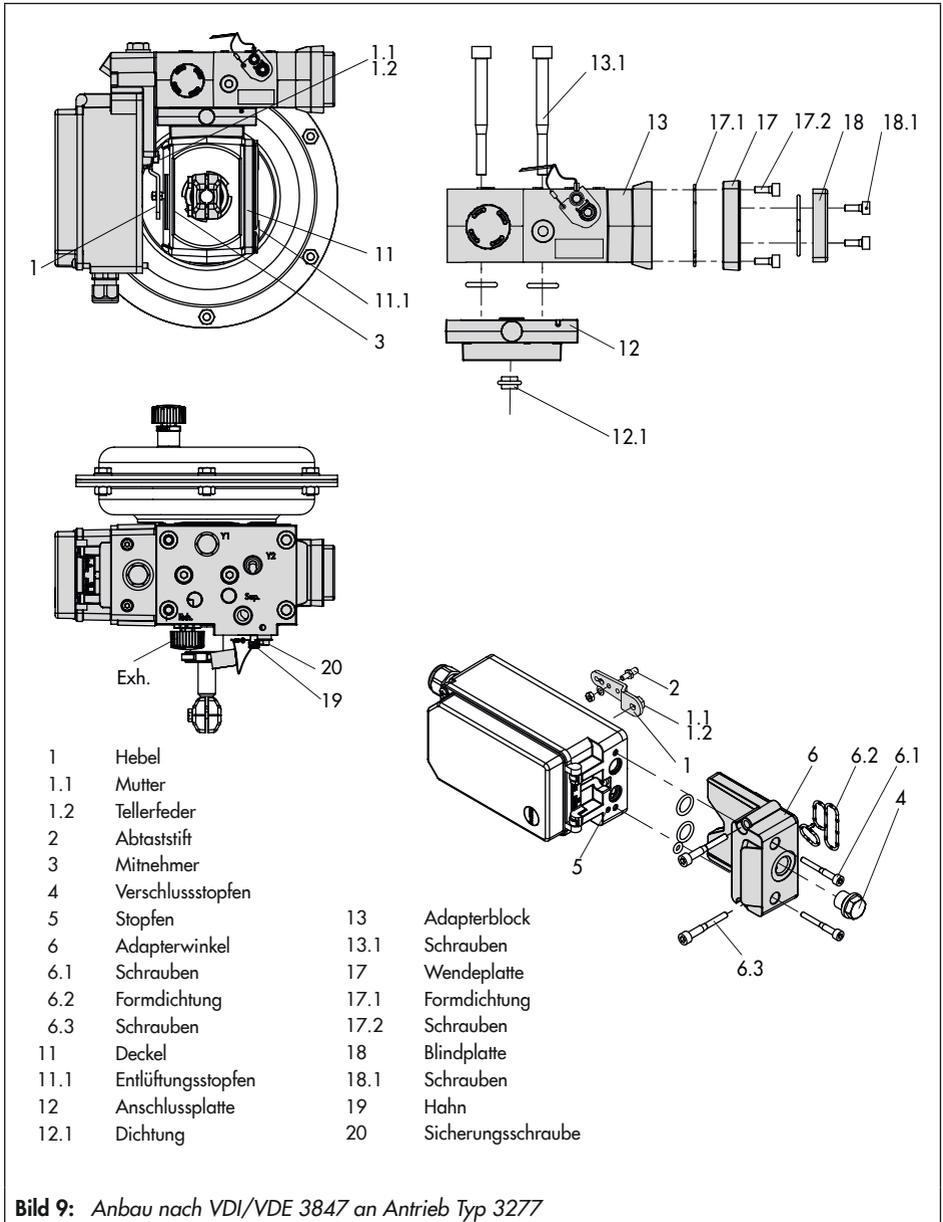

Bild 9: Anbau nach VDI/VDE 3847 an Antrieb Typ 3277
→ Vgl. Bild 9
Anbau an Antrieb Typ 3277 (vgl. Bild 9)
Der Stellungsregler wird wie in Bild 9 dargestellt am Joch montiert. Der Stelldruck wird über die Anschlussplatte (12) auf den Antrieb geführt, bei Sicherheitsstellung „An-